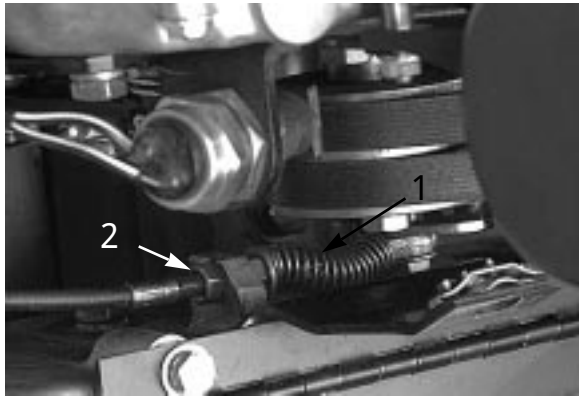

図 43
2. Vベルト・カバーを固定しているリテーナをゆるめてカバーを開く（図43）。
- 前ジャムナットをゆるめ、後ジャムナットを締めるとケーブルは締まる（図43）。約1.4～2.3 kg の力でブレーキが掛かるように調整する。力の計測はレバー・ノブの部分で行う。ブレーキ・バンドが締まりっぱなしにならないよう注意する。